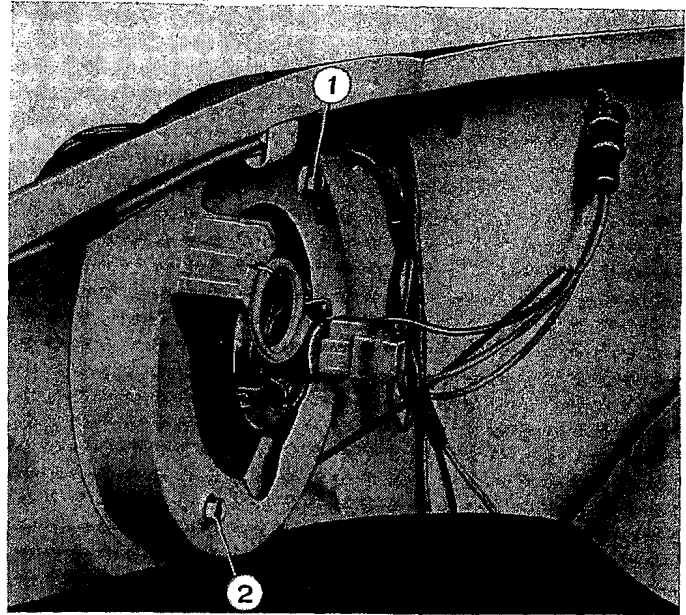

Fig. 142. - Orientamento proiettori asimmetrici.
baglianti; orientare i gruppi ottici agendo sulla vite (1, fig. 142) per la regolazione nel senso verticale, e sulla vite (2) per la regolazione nel senso orizzontale, in modo che: